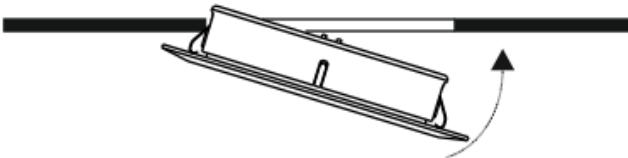

Fig 4
- The light must be anchored to the metallic bracket by inserting first one spring and then the other, applying slight pressure until completely fitted as illustrated in figure 4.
- L'ancrage du spot au support métallique doit être effectué en insérant d'abord un ressort, puis le suivant, en exerçant une légère pression jusqu'à l'encastrement complet, comme indiqué sur la figure 4.